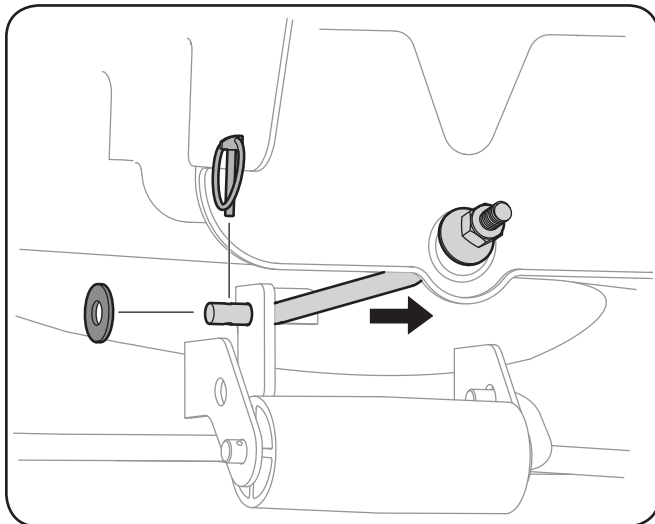

Figure 7-4
9. Dégagez la goupille fendue de l'extrémité de la tige de stabilisation et dégagez celle-ci du support d'accrochage du plateau de coupe. Voir la Figure 7-4.